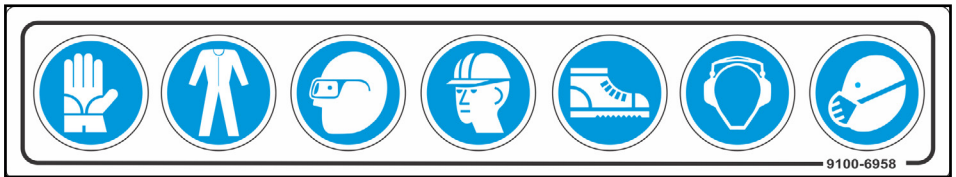

Figura 14
- Sempre que tiver que fazer manutenção, utilize os equipamentos de segurança indicados no manual (Figura 14).